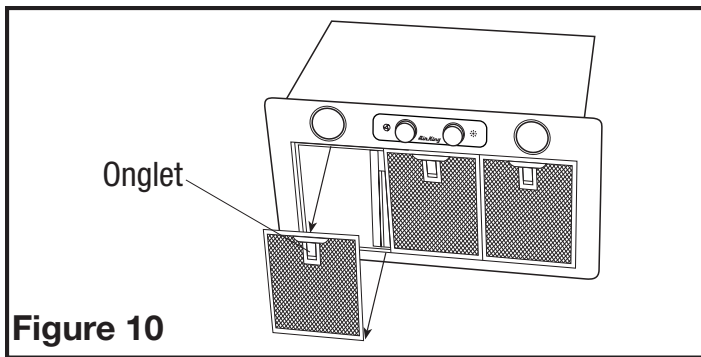

Figure 10
2. Pour retirer les filtres, tirez l'onglet de la poignée vers le bas jusqu'à ce que les filtres se dégagent de l'unité. Pour réinstaller, glissez l'onglet à l'arrière du filtre dans la fente dans l'unité. Tout en maintenant la poignée ou le filtre, soulevez le filtre en place et relâchez la poignée. Le filtre doit cliquer solidement en place (Figure 10).